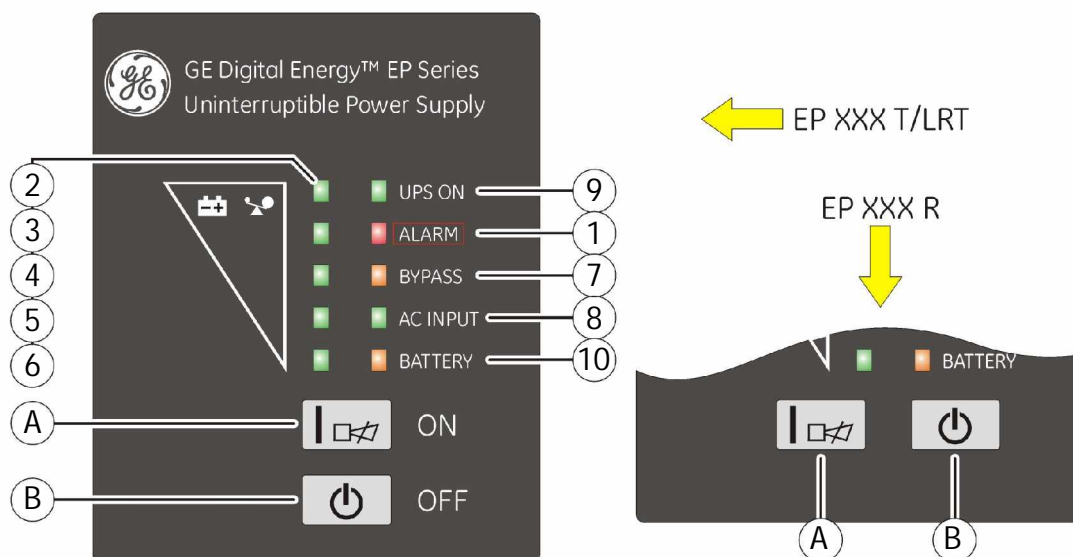

Рис. 4.1. Панель индикации и управления
1 Нажмите кнопку 'ON' (А, рис. 4.1) в течение 1 секунды. После прохождения самотестирования, во время которого СИД-ы 2-6 зажгутся и погаснут, зажгутся СИД-ы 'UPS ON' и 'AC INPUT', указывая на запуск ИБП. Линейка СИД (2-6, рис. 4.1) укажет на величину текущей загрузки ИБП в %.
1 Нажмите и удерживайте кнопку 'ON' (А, рис. 4.1) в течение 1 сек. После самотестирования СИД-ы 'UPS ON' и 'BATTERY' загорятся, показывая что устройство включено. ИБП работает от батарей: это разряжает батареи. Линейка СИД (2-6, рис. 4.1) укажет на величину текущей загрузки ИБП в %.
- 1 Нажмите кнопку 'OFF' (В, рис. 4.1) более чем на 1 сек. После самотестирования ИБП:
- 1 Нажмите кнопку 'OFF' (В, рис. 4.1) более чем на 1 сек. После самотестирования ИБП полностью выключится.
СИД-ы 'UPS ON' и 'AC INPUT' горят и линейка СИД-ов (2-6, рис. 4.1) будет показывать текущий уровень (в %) выходной мощности ИБП использует текущая нагрузка. См. раздел 4.3.1.
Для питания нагрузки ИБП использует энергию заряженных батарей, смотрите главу 9 «Время автономной работы батарей». Линейка СИД-ов (2-6, рис. 4.1) будет показывать оставшееся время автономии. Звуковой сигнал будет включаться каждые 4 сек. Для выключения сигнала: См. 4.3.4.